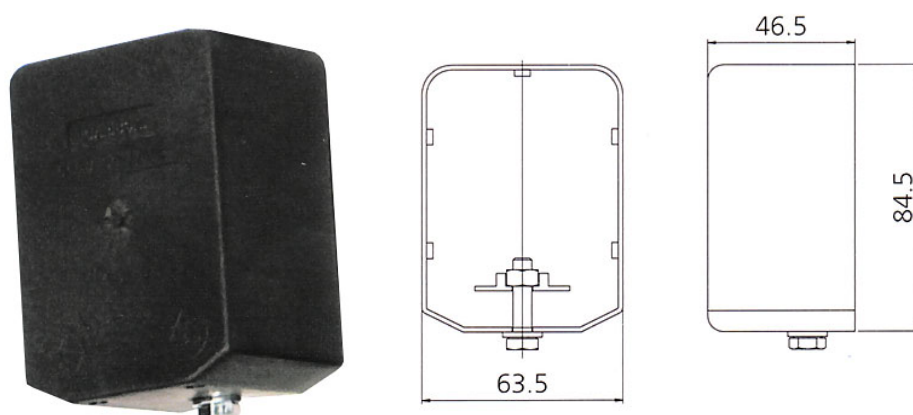

Рисунок 9 – Общий вид концевой крышки
3.8. Характеристика концевой крышки (см. рис.9):